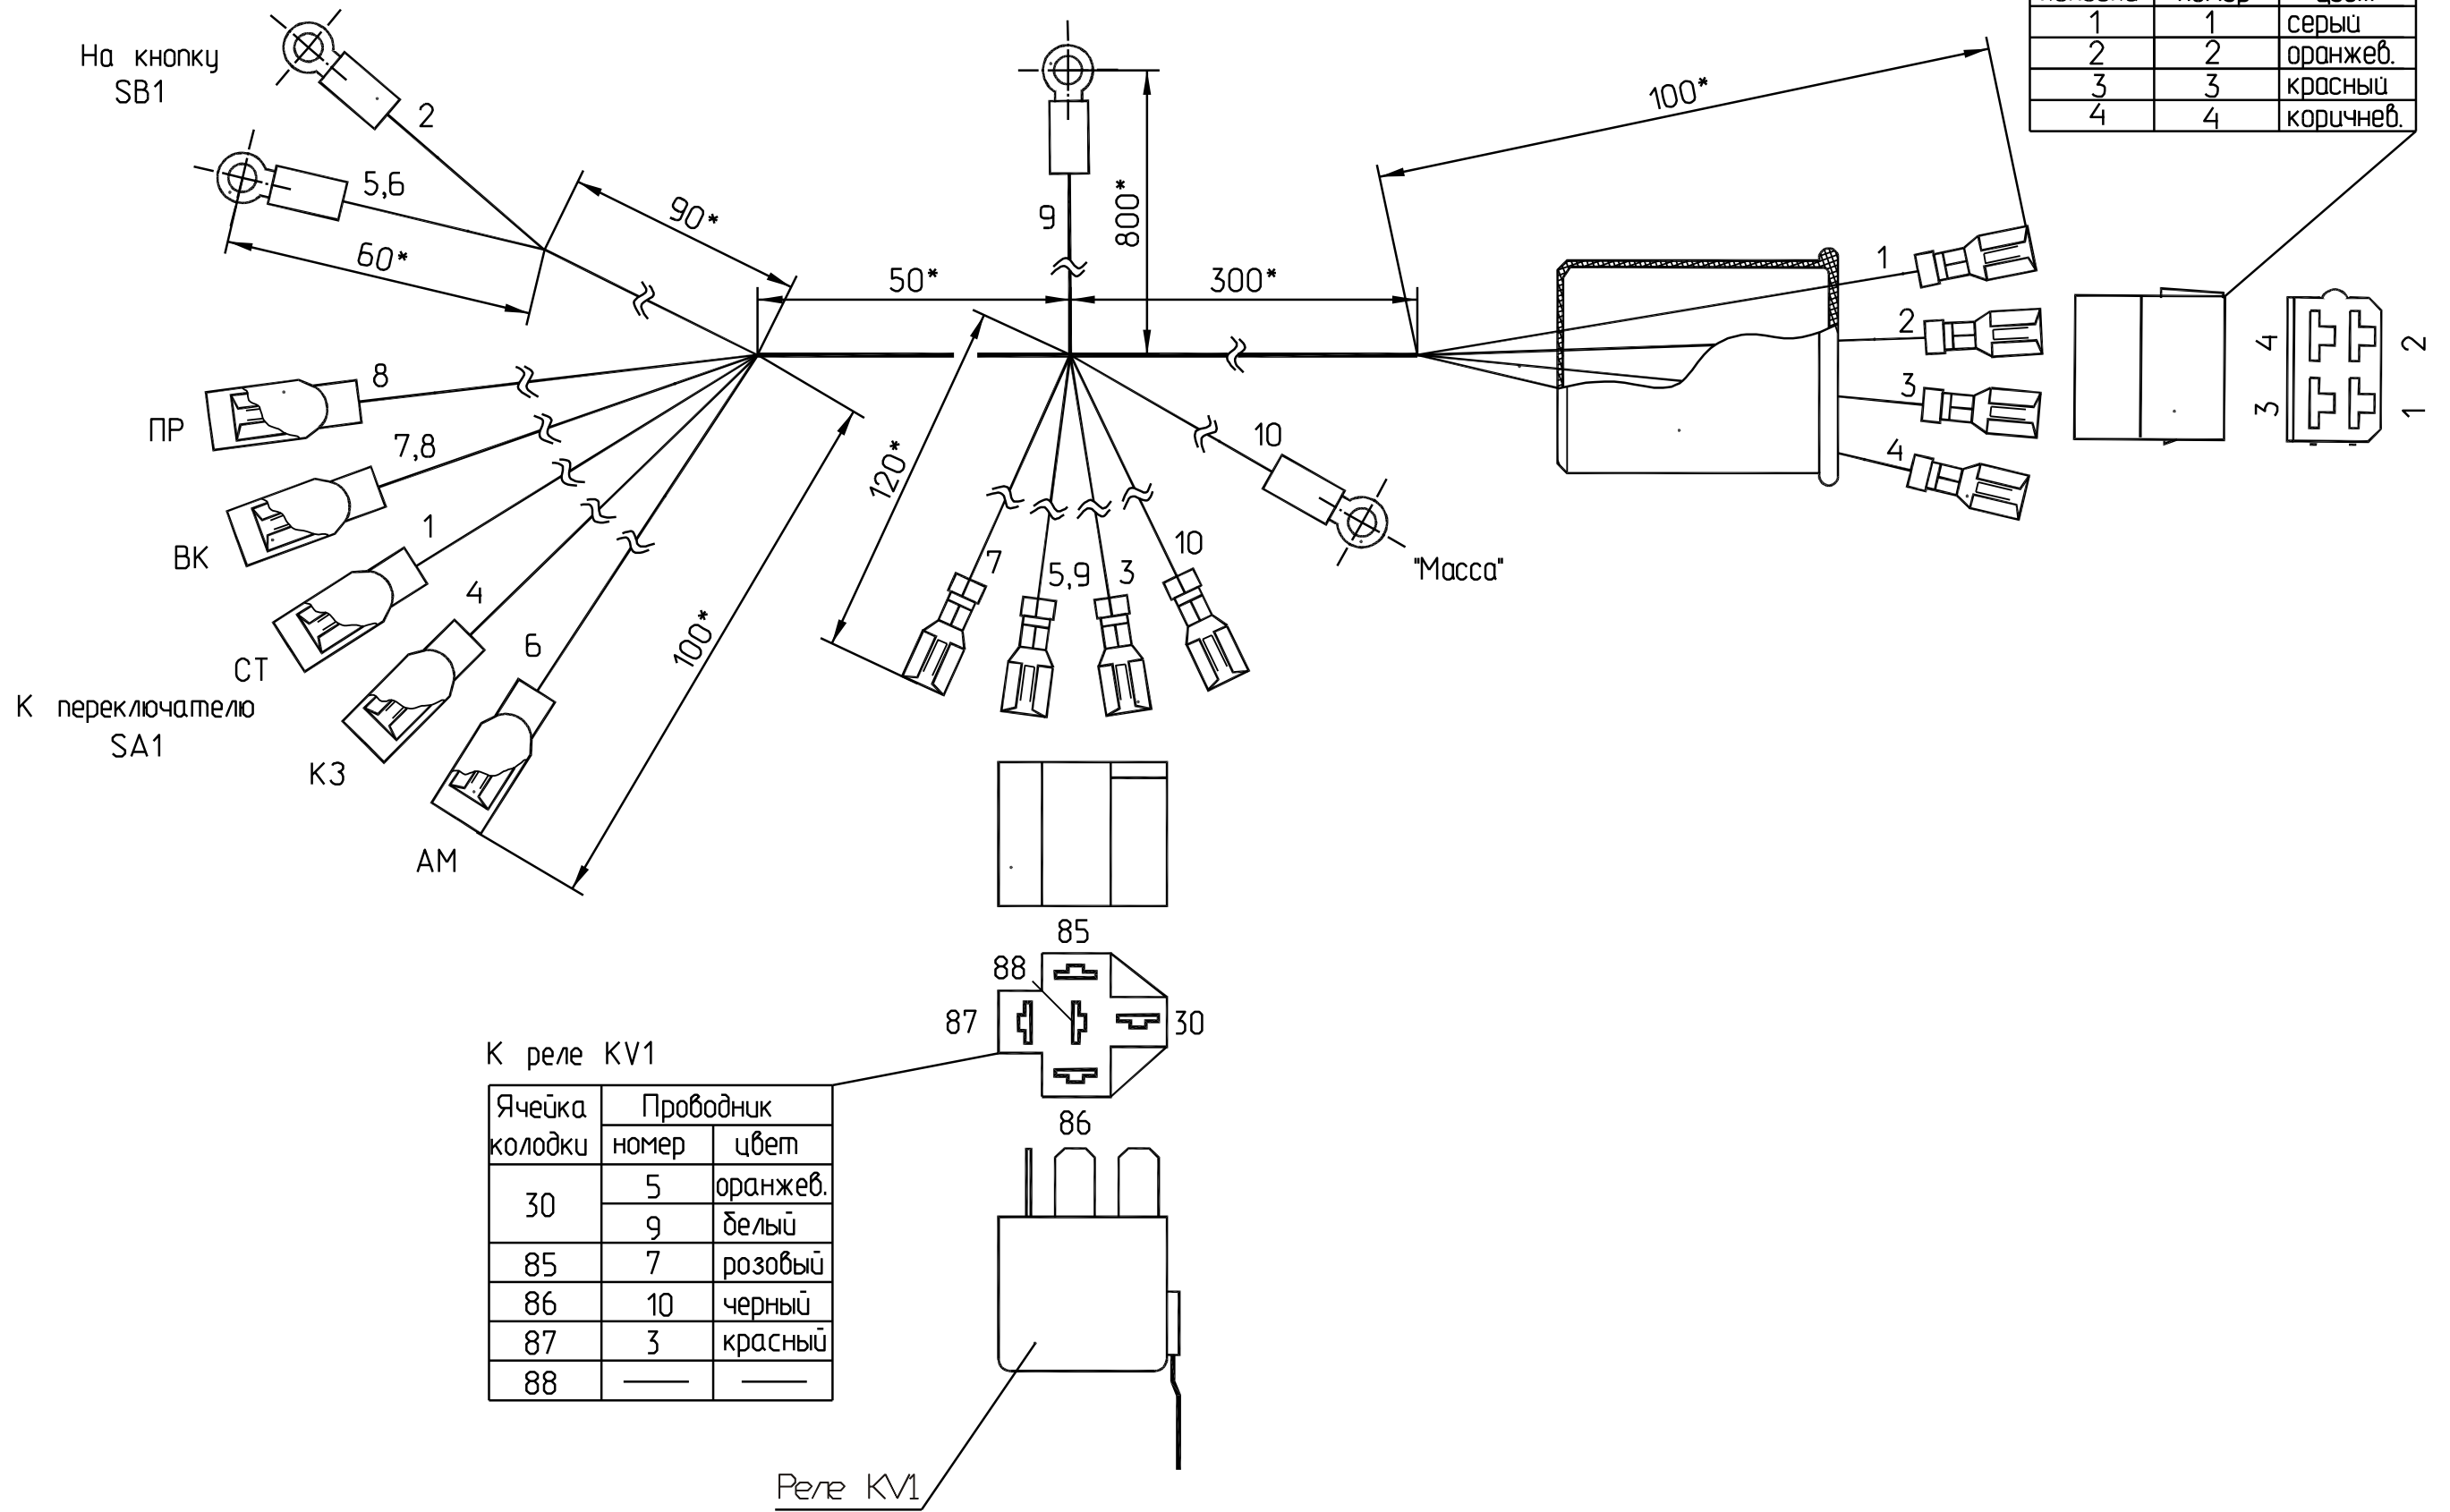

Рисунок 4 - Жгут кабинный
3.5.3 На усилителе панели приборов установить реле KV1, входящее в состав жгута кабинного (рисунок 4).
3.5.5 Жгут кабинный (рисунок 4) проложить под панелью приборов и через отверстие на панели передка кабины вывести наружу разъем XS1. Соединить колодку XS2 с реле KV1, гнезда ПР, ВК, СТ, КЗ, АМ со штекерами выключателя SA1 и установить клеммы проводников 2 и 5, 6 на кнопку SB1. Клемму проводника 9 подсоединить к предохранителю 30А автомобиля и клемму проводника 10 к «массе» панели выключателей.